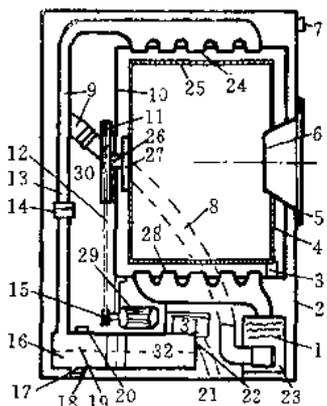

图 2 改进后的干衣机结构
改进后的干衣机，解决了一般干衣机存在的问题。其中提供了一个热空气的循环过程。并且在排气之前，把已用过的热空气和水蒸汽渗入水中。改进后的干衣机的结构见图 2，其主要部件与一般的干衣机基本相同；如外箱
体②，内箱体⑩，内桶④及其驱动装置，喷管⑳吸管㉑，门⑤，支承轮③等。风机安装在加热室加热元件下方。其一端是吸气端⑨，另一端为排气口⑧。电磁阀⑭装在吸气管⑨的通道中，并与水箱⑱相连通。另一个电磁阀⑮则装在通道所形成的吸气歧管⑬中，但其安装位置应先于前一个电磁阀，且电磁阀⑮和⑭互不干涉地配置，即其中一个处于打开状态，另一个则处于关闭状态。吸气歧管⑬的一端与风机的吸气端⑨相通，如图 2 的虚线所示，水箱⑱的一个孔由孔盖⑳关闭，其目的是加入一些清洁水，以保持适当的水平面，如图 2 虚线所示。